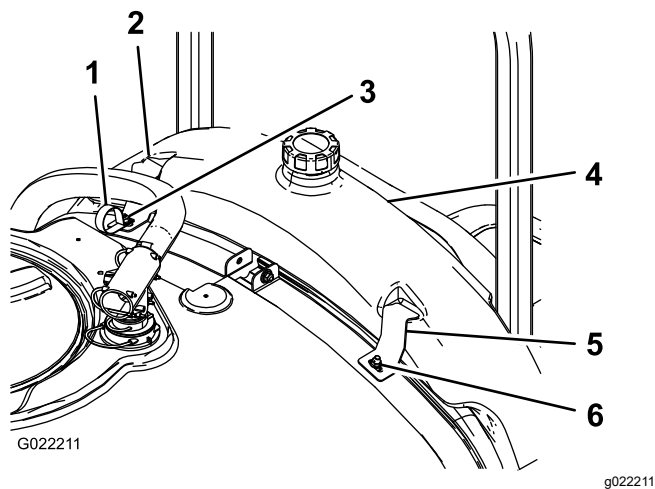

Figure 2
2. Posez le réservoir de rinçage comme montré à la Figure 2.
3. Au moyen de 2 grandes rondelles et écrous à embase, fixez les supports et le collier en R du réservoir de rinçage aux boulons de carrosserie montés précédemment (Figure 2).